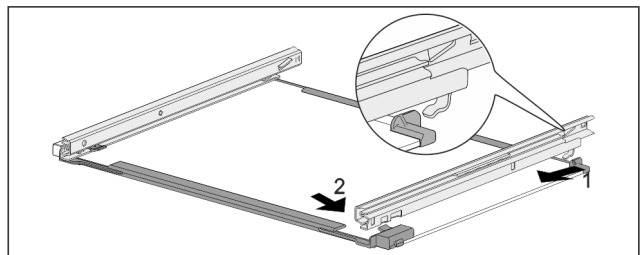

Fig. 71 Glasplaat met rails
- ▶ Rail achter vasthaken. Fig. 71 (1)
- ▶ Rail voor vasthaken. Fig. 71 (2)